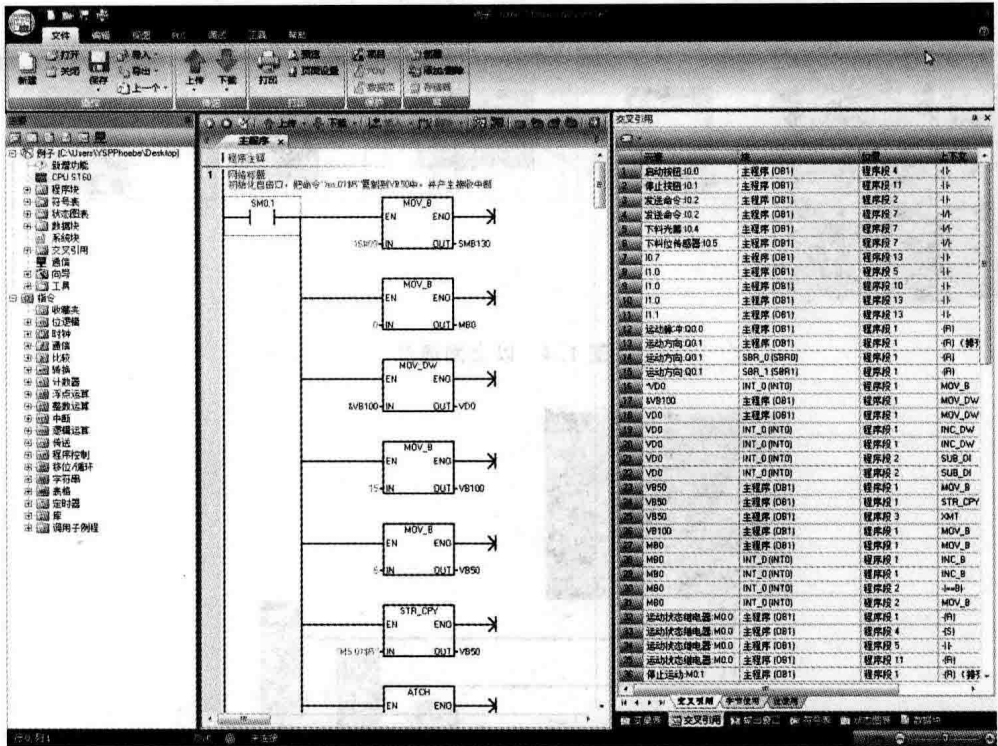

图 1.6 STEP 7 - Micro/WIN SMART 软件界面
STEP 7-Micro/WIN SMART 在继承西门子编程软件强大功能的基础上，融入了更多的人性化设计，如新颖的带状式菜单、全移动式界面窗口、方便的程序注释功能、强大的密码保护功能等，在体验强大功能的同时，大幅度提高了开发效率，缩短了产品上市时间。STEP 7-Micro/WIN SMART 软件界面如图 1.6 所示。